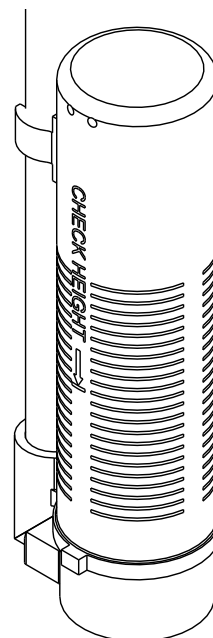

Figura 1 Válvula Residencial de Verificación de Aire
9. Coloque aproximadamente 1 pulgada (25 mm) de agua sobre la bandeja de rejilla. Si no se utiliza una rejilla, llene hasta la parte superior del verificador de aire (Figura 1) del tanque de sal. No agregue sal al tanque de salmuera en este momento.